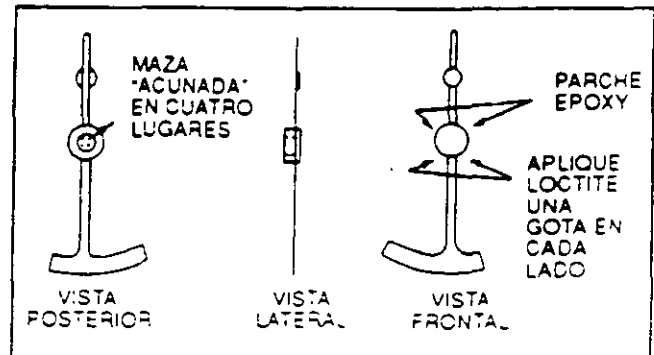

FIG 33 CONJUNTO DEL MANECILLAS E-24301-S
6. Un examen cuidadoso de la manecilla de "flotación libre" debe llevarse a cabo para determinar si la manecilla está asegurada a la maza y al imán, Fig. 33.